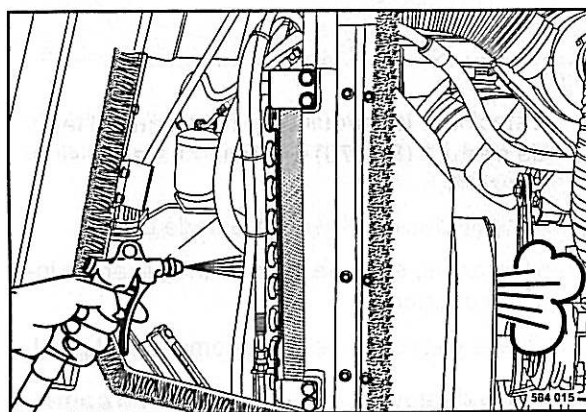

Fig. 77
- Limpiar el radiador (Fig. 77) soplando del lado opuesto.